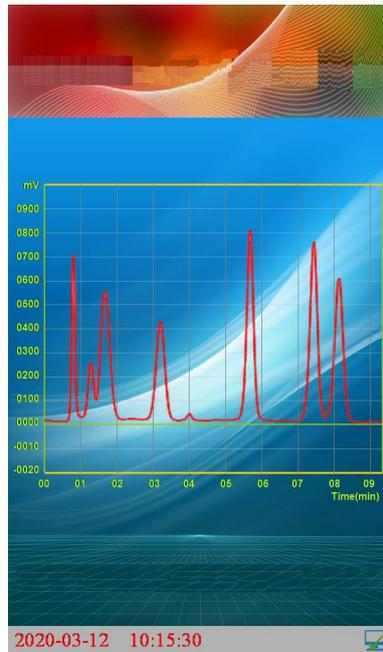

图 4-1.1
1.1. 电源开关在仪器右侧最下方，检查确认没有异常后，按下自锁按钮开关即可通电，进入开机欢迎界面，图 4-1.1。
开机欢迎界面（图 4-1.1）内点击曲线任意位置，进入参数设置菜单界面，见图 4-3.1。